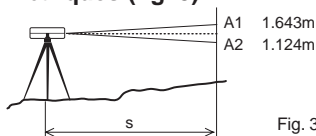

Fig. 3
- ② Placez la mire sur le point A et sur le point B. Notez la lecture a pour A, puis b pour B en utilisant l'appareil.
- ③ La différence en hauteur entre A et B est $H = a - b$.
4.4.2. Traits stadimétriques (fig. 3)